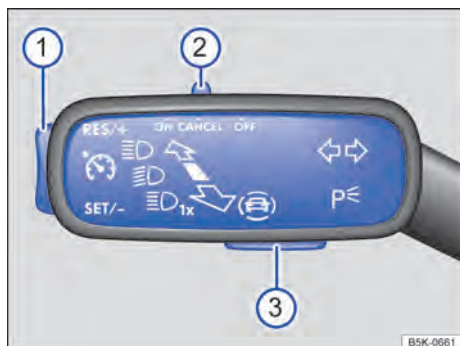

Fig. 148 À esquerda na coluna de direção: interruptores e botões para comandar o limitador de velocidade.
- Empurrar o interruptor → Fig. 148 ② para a posição **ON**.
- Durante a condução, pressionar o botão → Fig. 148 ① na área **SET/-**.
A velocidade salva pode ser ajustada através do botão → Fig. 148 ①:
Para alterar continuamente a velocidade salva, manter o botão → Fig. 148 ① pressionado.
- Pressionar o interruptor → Fig. 148 ② para a posição **CANCEL**.
- Pressionar o botão → Fig. 148 ① na área **RES/+**.
- Empurrar o interruptor → Fig. 148 ② para a posição **OFF**.
- Pressionar o botão → Fig. 148 ③.